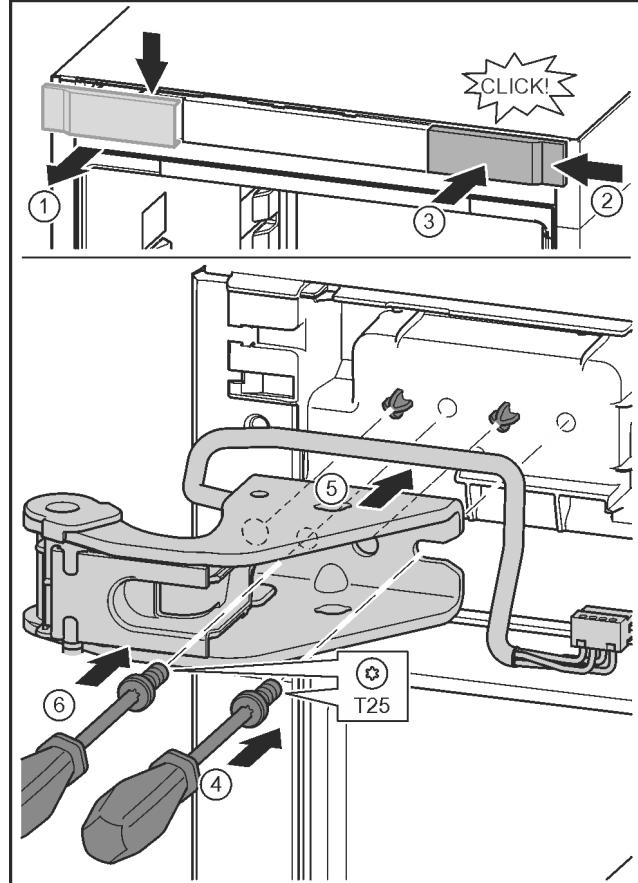

Fig. 33
- ▶ Відпустіть кришку та зніміть збоку. Fig. 33 (1)
- ▶ Почекіть кришку, що повернута на 180°, з іншого боку праворуч. Fig. 33 (2)
- ▶ Зафіксуйте кришку. Fig. 33 (3)
- ▶ Встановіть гвинт за допомогою викрутки T25. Fig. 33 (4)
- ▶ Встановіть верхній опорний кронштейн. Fig. 33 (5)
- ▶ Закрутіть гвинт. Fig. 33 (4)
- ▶ Встановіть та закрутіть гвинт за допомогою викрутки T25. Fig. 33 (6)